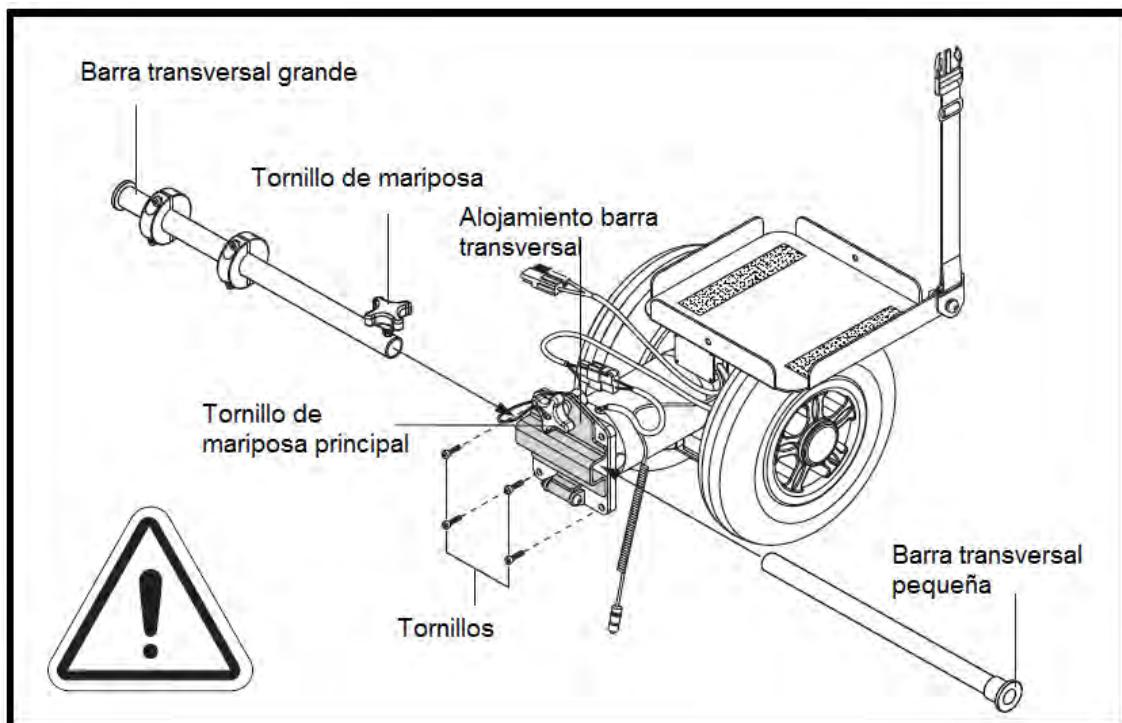

Figura 3: Instalación de la barra transversal (modelo doble-rueda)
3. Inserte en la ranura los travesaños o barras transversales como se muestra en la Figura 3, y luego se unen entre sí con la transmisión con los cuatro (4) tornillos proporcionados.
4. Inserte los travesaños o barra transversales de modo que las dos barras transversales estén bien sujetas en los dos soportes de montaje. Véase la Figura 3.
6. Fijar las barras transversales con el tornillo. Véase la Figura 3.